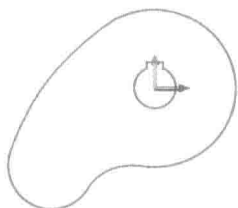

图 1-26 草图约束情况
8) 选择“约束-约束状态”。查看草图的约束情况, 如图 1-26 所示。